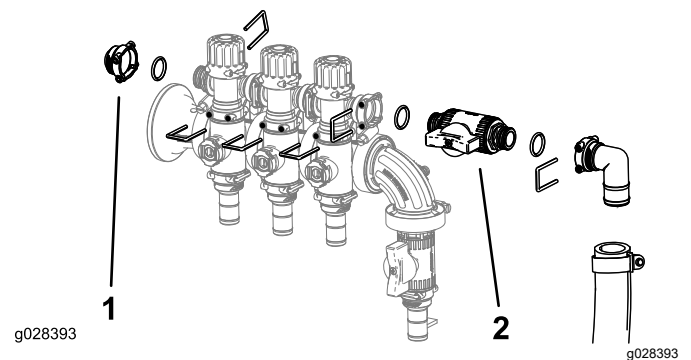

Bild 12
7. Befestigen Sie die Sicherheitsventilgruppe für den Ausleger, den Blinddeckel, die O-Ringe, das Absperrventil und das Anschlussstück sowie die Schläuche mit den vorher entfernten Haltern, wie in **Bild 12** abgebildet.